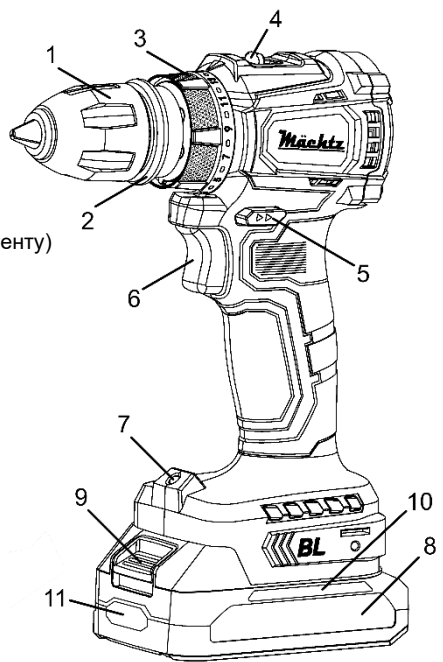
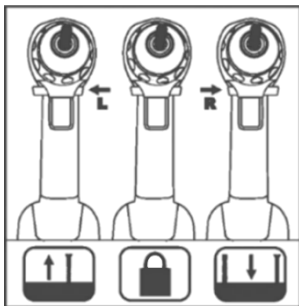
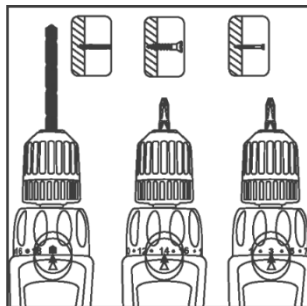

Рисунок 1
Рисунок 2
Рисунок 3
- щоб увімкнути виріб, натисніть на пускову клавішу (6, рисунок 1) з необхідним зусиллям;
4.3.1 Біта-викрутка з шестиграним тілом розміром 1/4 дюйма може бути встановлена як швидкозатискний патрон (1, рисунок 1), так і безпосередньо в шестиграний посадковий отвір шпинделя, якщо патрон знятий, причому шуруповерт стає більш компактним і зручним для робіт у важкодоступних місцях. Для встановлення біти у швидкозатискний патрон виконайте наступні дії:
- посуньте кільце фіксації патрона (2, рисунок 1) у бік його передньої частини й одночасно потягніть сам патрон, щоб зняти його зі шпинделя;
- при встановленні патрона обов'язково простежте, щоб кільце фіксації (2, рисунок 1) як слід замкнулося, надійно зафіксувавши патрон на шпинделі шуруповерта.
4.3.2 Перемістіть повзунок механічного перемикача (4, рисунок 1) до упору в положення «1» для вибору швидкісного діапазону 0-450 об/хв.
4.3.3 Виберіть необхідний напрям обертання шпинделя залежно від характеру виконуваної операції, перемістивши перемикач реверсу (5, рисунок 1) в потрібне положення натисканням до упору кнопки з відповідним символом з правого або лівого боку корпусу виробу (дивіться рисунок 2).
4.3.4 Встановіть необхідний крутний момент, сумістивши вибране значення на кільці регулятора крутного моменту (3, рисунок 1) зі стрілкою на верхній частині корпусу шуруповерта (дивіться рисунок 3).
4.4.1 Встановіть свердло необхідного діаметра у швидкозатискний патрон (1, рисунок 1). Для цього:
У разі, якщо патрон зі встановленим свердлом знятий зі шпинделя, встановіть його на місце (біту зі шпинделя можна не виймати). При цьому обов'язково простежте, щоб кільце фіксації (2, рисунок 1) як слід замкнулося, надійно зафіксувавши патрон на шпинделі шурупверта.
4.4.2 Перемістіть повзунок механічного перемикача (4, рисунок 1) до упору в положення «2» для вибору швидкісного діапазону 0-1500 об/хв.
4.4.3 Виберіть правильний напрямок обертання шпинделя для операції свердління, перемістивши перемикач реверсу (5, рисунок 1) в потрібне положення натисканням до упору кнопки з відповідним символом з правого боку корпусу виробу (дивіться рисунок 2).
4.4.4 Встановіть максимальний крутний момент без прослизання торсіонної муфти (без спрацьовування «тріскачки»), сумістивши значок «свердло» на кільці регулятора крутного моменту (3, рисунок 1) зі стрілкою на верхній частині корпусу шурупверта (дивіться рисунок 3).